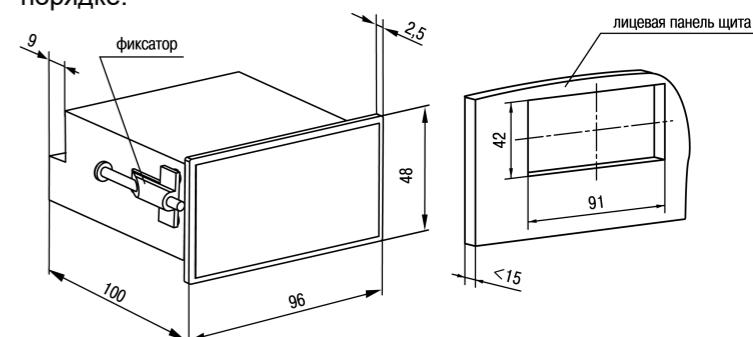

Рисунок 7 – Габаритные размеры корпуса Щ2
- Подготовить на щите управления монтажный вырез для установки прибора (см. рисунок 7).